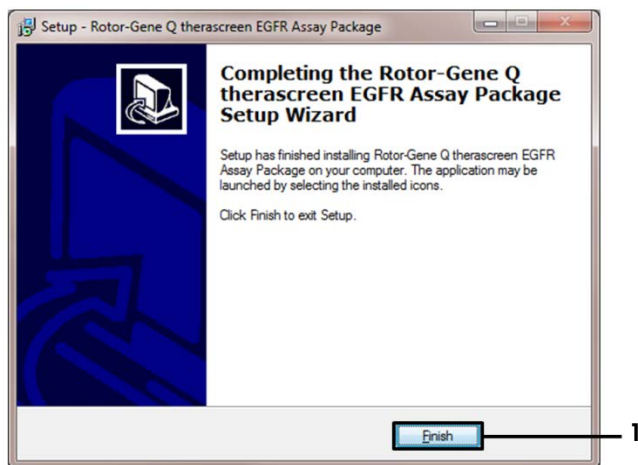

Figure 43. Fin de l'installation (1 = « Finish » [Terminer]).
6. Une fois l'installation terminée, cliquer sur Finish (Terminer) dans la dernière boîte de dialogue de Setup Wizard (assistant d'installation) (figure 43).